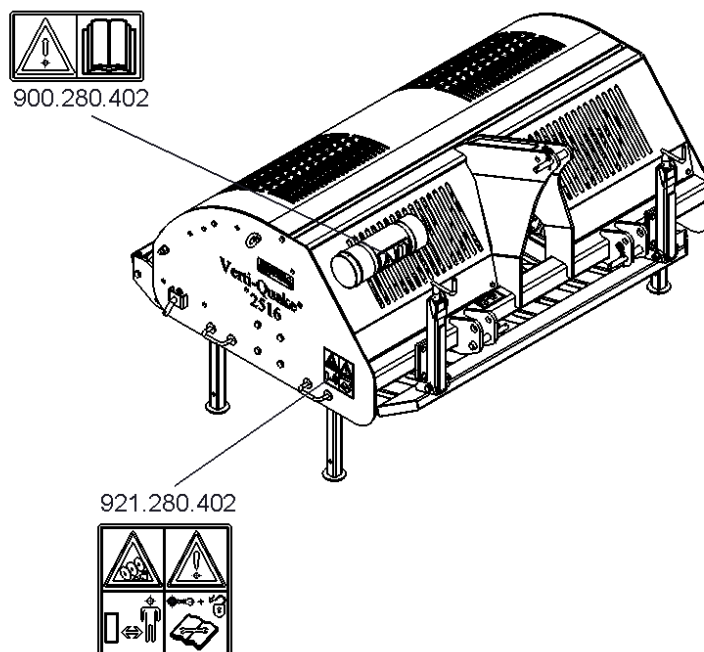

Fig. 5
Sidopanelen på ömse sidor av Verti-Quake® bär en varningsdekal (Fig. 5) med detta meddelande. Denna varningsdekal måste alltid vara väl synlig och läsbar, om den har skadats skall den genast bytas ut.
(7) Placering varningsskyltar. (Fig 5.)